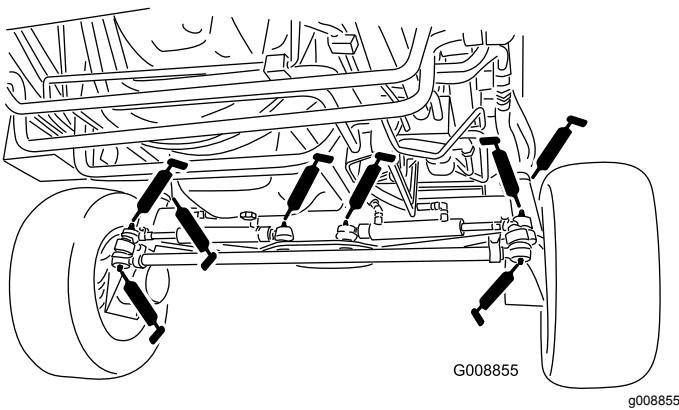

Figura 70
- 4 rótulas esféricas do cilindro da direção (Figura 70)
- Duas rótulas esféricas da barra de ligação (Figura 70)
- Dois casquilhos do pino principal (Figura 70)